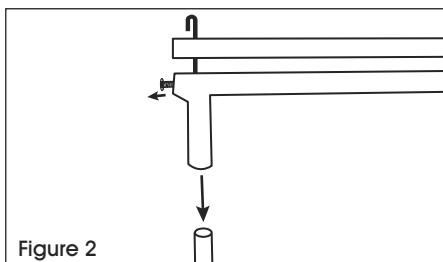

Figure 2
2. Desserrez les vis situées à l'extérieur de la barre d'alimentation (C), et glissez la barre d'alimentation dans les tubes supérieurs des assemblages de pattes (A et B). Serrez les vis pour la fixer. (Voir Figure 2)